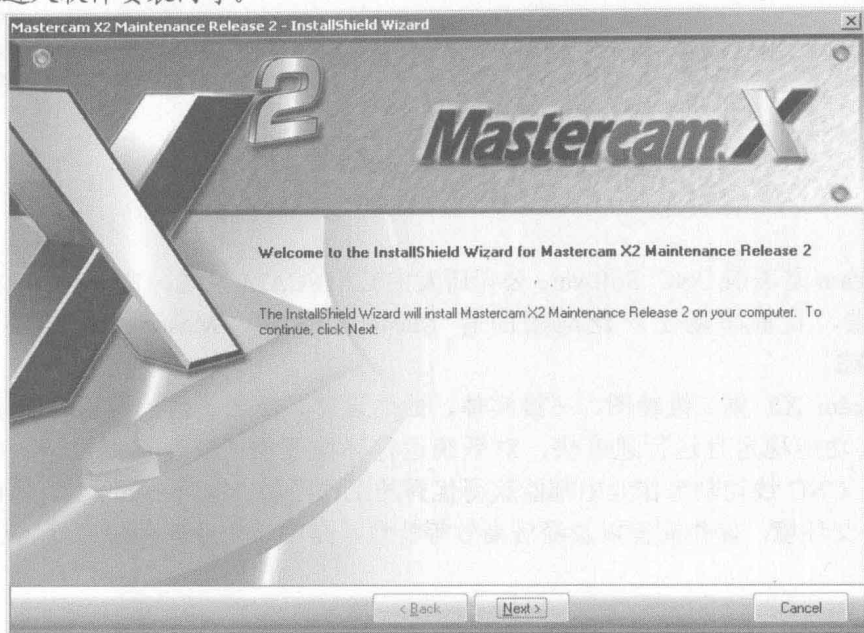

图1-1
- 运行安装程序后，系统将自动弹出如图 1-1 所示的安装窗口，单击 **Next >** 按钮进入软件安装向导。